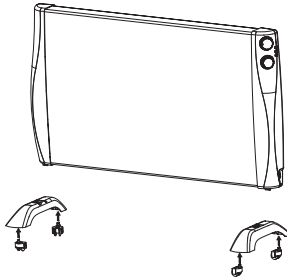

Figura 1
1. Fixe os pés nos orifícios de montagem dos pés (Figura 1).